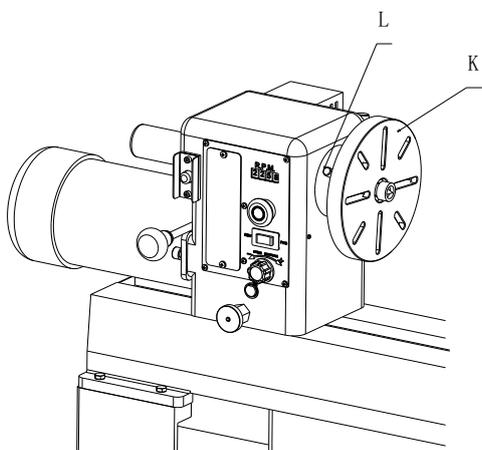

Рис.5
10. Индексное Отверстие Бабки: (L, Рис. 5) Проденьте индексирующий штифт в индексирующее отверстие, убедившись, что он находится в отверстии шпинделя. В шпинделе имеется 12 отверстий на расстоянии 30° друг от друга. В отливке бабки есть три отверстия, которые принимают индексирующий штифт. Эти отверстия расположены на расстоянии 20° друг от друга. Комбинация отверстий позволит вам пометить заготовку для равномерно расположенных элементов.